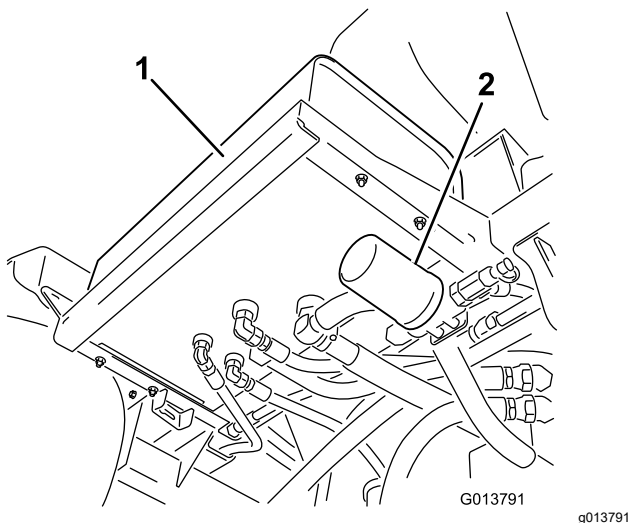
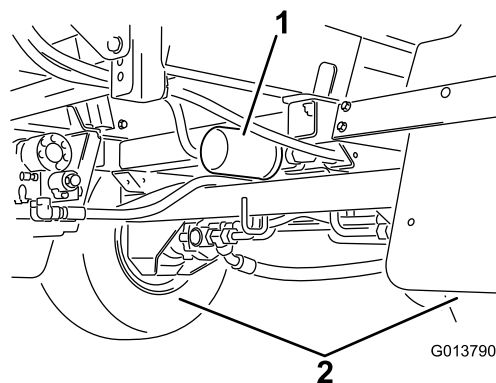

Figura 97
Figura 98
2. Localice los dos filtros hidráulicos en la máquina (Figura 97 y Figura 98).